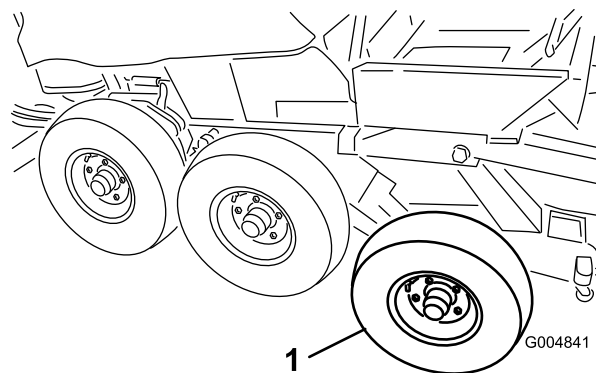

Figura 52
20. Rimuovete lo pneumatico anteriore e centrale dal gruppo invernale (Figura 52).